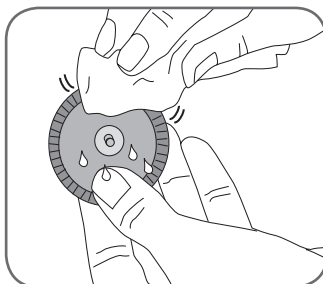

Abbildung 6-16: Abtupfen der Befestigungsseite der L300-Gewebeelektrode
5. Wischen oder tupfen Sie das überschüssige Wasser vorsichtig mit einem weichen Tuch von der Befestigungsseite der Gewebeelektrode ab (siehe Abbildung 6-16).